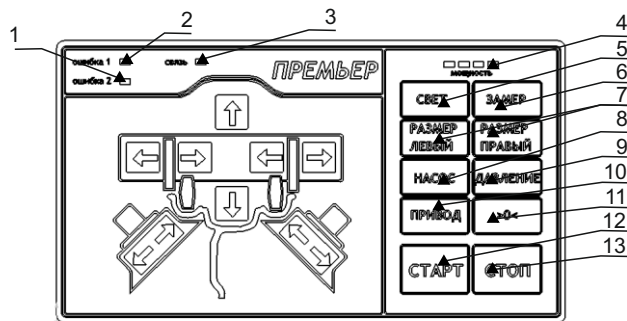

Рис.3.1.
4.2.15. Управление стендом осуществляется при помощи кнопок на панели управления. Внешний вид панели управления стендом приведен на *рис. 3.1* <3.2. Светодиоды, расположенные на панели управления отображают параметры работы стенда.